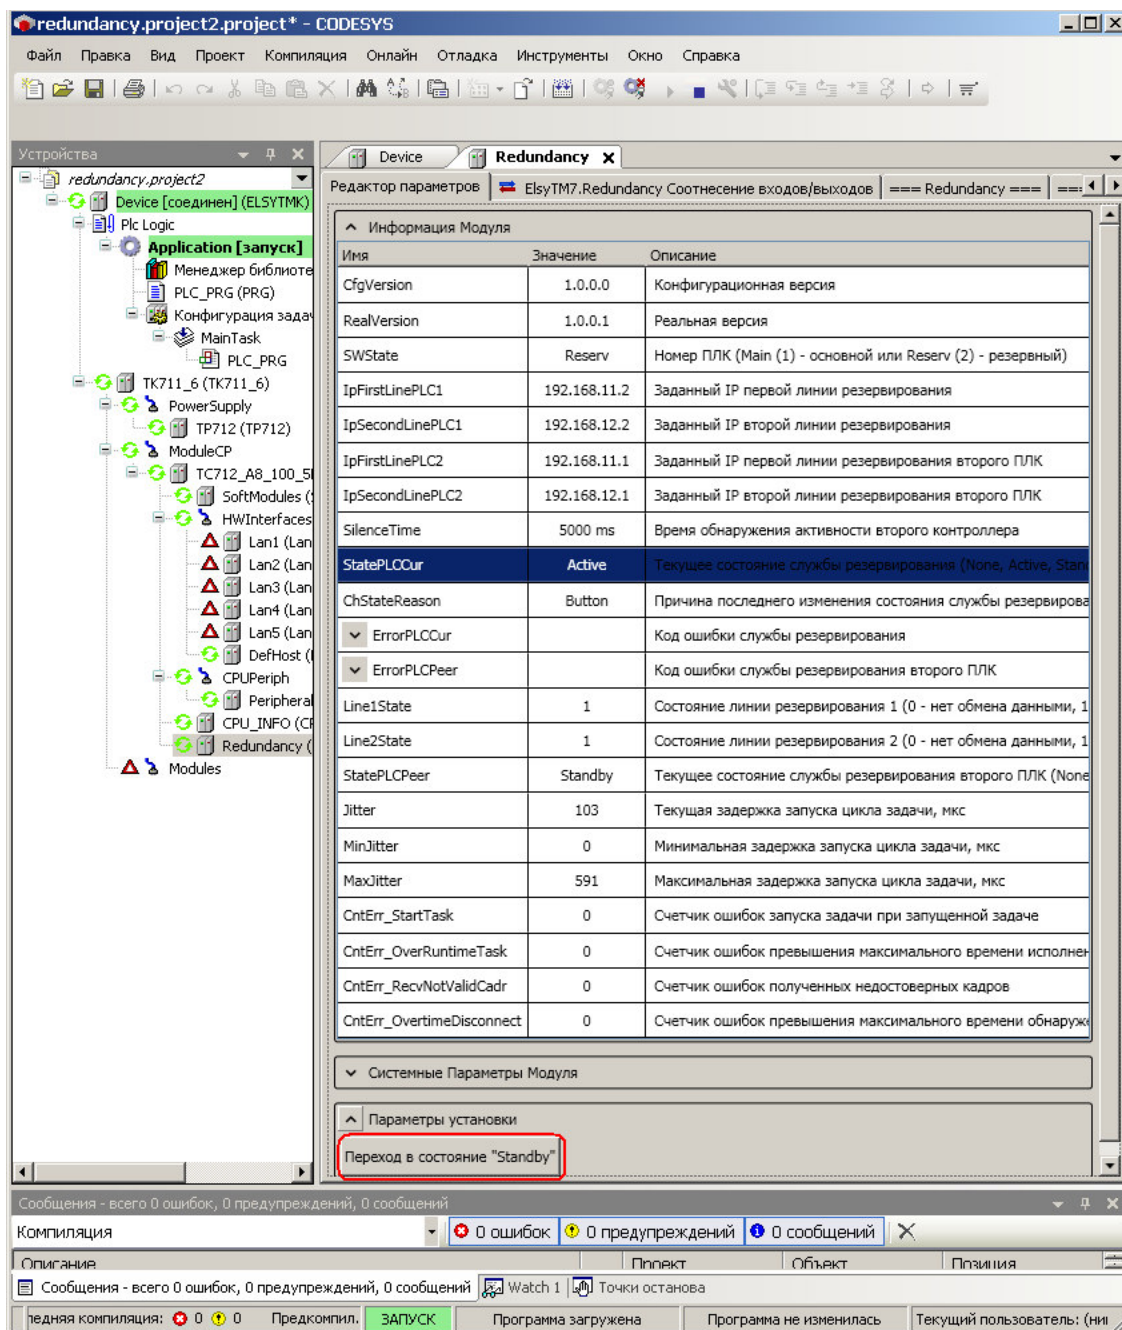

Рисунок 11 – Устройство «Redundancy». Вкладка «Информация Модуля»
4. На ПЛК1 проверить значение информационного параметра *StatePLCCur*. Ожидаемое значение *Active* (Рисунок 11). Значение *None* свидетельствует о неправильном выполнении действия 2 текущего этапа отладки. Значение *Standby* свидетельствует о неправильном выполнении действия 1 или 2 текущего этапа отладки. Значение *Standalone* свидетельствует о разрыве двух линий резервирования. Значение *Standbyblock* и *StandbyblockNoActive* свидетельствует о неправильном выполнении действия 1 текущего этапа отладки. Для устранения данной проблемы необходимо заново выполнить действия 1-3 текущего этапа отладки.
ВНИМАНИЕ! После запуска проекта на ПЛК при закрытии вкладки REDUNDANCY (рисунок 11) и повторном ее открытии в среде CoDeSys может возникнуть ошибка, в связи с которой параметры принимают значения, не соответствующие истинным! Для устранения ошибки и проверки необходимо закрыть